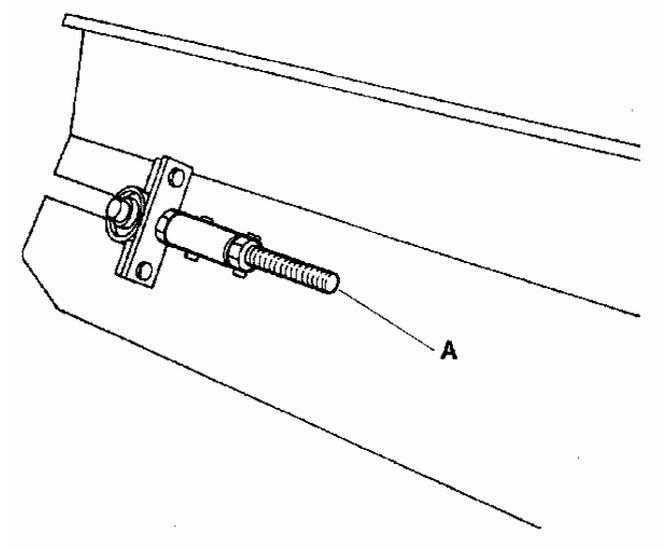
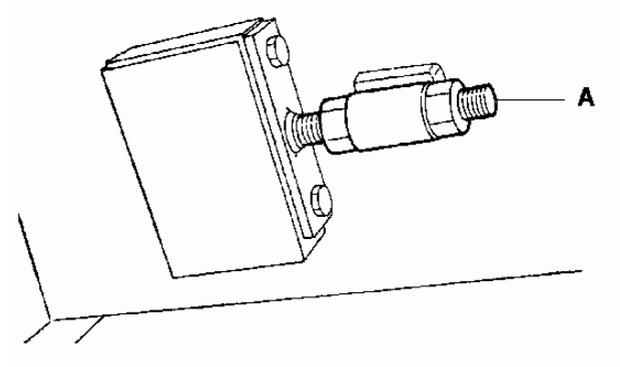

Abb. 16
Abb. 17
- Prüfen Sie an jedem Arbeitstag die Spannung der Gummimatte des Förderbands. Wenn nötig, spannen Sie es mit der oberen Halteschraube (bez. A Abb. 16) mit einer maximalen Regulierung von 20 mm. Wenn das Band evt. zentriert werden muss, betätigt man die untere (bez. A Abb. 17).